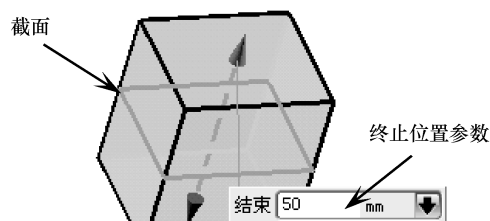

图 3-4 【对称值】方式
- 对称值：只输入拉伸特征的终止位置参数值，程序自动以截面为对称中心，在另一侧创建出对称特征，如图 3-4 所示。